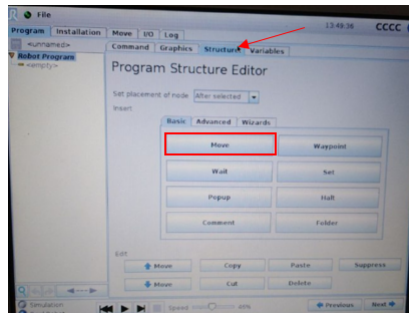

Figura 10: *Crear un movimiento*
1.4. Se abre la interfaz donde se va a crear el programa. A continuación, hacer click en la pestaña superior *Structure*. Y después, haga click en el botón *Move* para crear un movimiento, como se muestra en la Figura 10